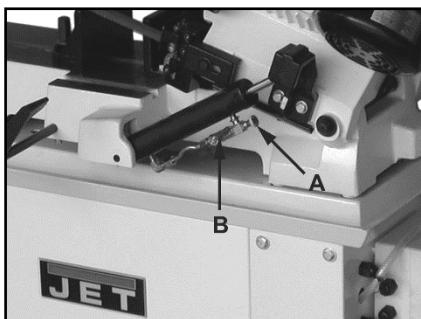

Рис. 11
Подачу пильной ленты можно изменять поворотом ручки клапанного распределителя (A, Рис. 11). Зафиксировать раму в выбранном положении можно с помощью выключателя клапана (B).